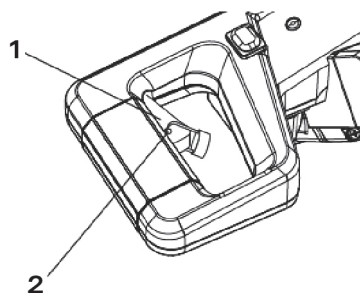

рис. 33
Данная торцовочная пила оборудована курковым выключателем (1) (рис. 33). При нажатии на курок пила включается.
Чтобы заблокировать выключатель от возможного включения посторонними лицами, вставить навесной замок или цепочку с навесным замком (не входят в комплект) в отверстие (2) в курковом выключателе (см. рис. 33). Это заблокирует выключатель и не позволит посторонним лицам запустить пилу.